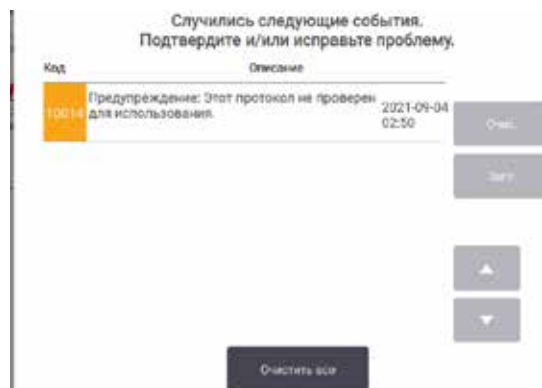

Рис. 64
12. На экране появится окно, предупреждающее о необходимых или рекомендованных действиях перед началом использования протокола (→ Рис. 64). В этом окне всегда будет содержать предупреждение о том, что протокол не валидирован для использования. По умолчанию новый созданный протокол не является действительным. Ваша лаборатория должна валидировать его для применения в клинической практике. После валидации пользователь с правами руководителя может перейти на экран **Edit Protocol (Изменить протокол)** и нажать кнопку **Validate protocol (Валидировать протокол)**. После этого протокол будет доступен операторам (при условии, что все остальные ошибки, перечисленные в окне, были устранены).
7. На экране появится окно (→ Рис. 64), предупреждающее о необходимых или рекомендованных действиях перед началом использования протокола. В этом окне всегда будет содержать предупреждение о том, что протокол не валидирован для использования. По умолчанию новый созданный протокол не является действительным. Ваша лаборатория должна валидировать его для применения в клинической практике. После валидации пользователь с правами руководителя может перейти на экран **Edit protocol (Изменить протокол)** и нажать кнопку **Validate protocol (Валидировать протокол)**. После этого протокол будет доступен операторам (при условии, что все остальные ошибки, перечисленные в окне, были устранены).